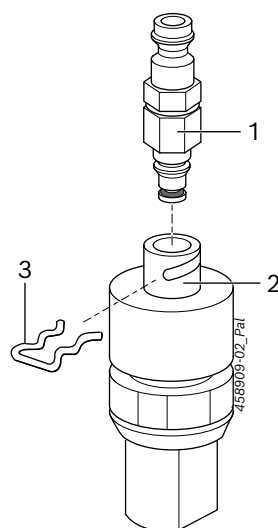

Fig. 1: Adaptador de retorno 1 687 016 138
El adaptador de retorno 1 687 016 138 (Fig. 1, pos. 1) conecta el retorno de Siemens/VDO/Continental CRI Piezo (Fig. 1, pos. 2) a través del tubo flexible 1 680 712 289 con la conexión de comprobación para el caudal de retorno en EPS 200 / EPS 205.
🔧 Asegurar el adaptador de retorno con abrazaderas de fijación (Fig. 1, pos. 3). Las abrazaderas de fijación se entregan junto con el inyector.